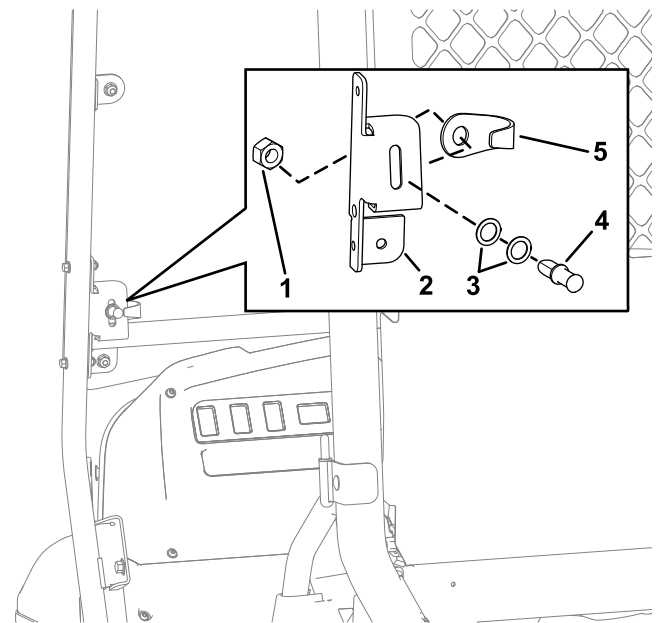

Figura 63
1. Alinhe o pino do trinco e a proteção do pino com a abertura do suporte de montagem como se mostra na Figura 63.
2. Insira o pino do trinco (primeiro sem as anilhas) na proteção do pino (Figura 63).
3. Alinhe o pino do trinco e a porca de retenção na parte posterior da abertura da placa de montagem (Figura 63).
4. Aperte a porca de retenção no pino do trinco à mão (Figura 63).